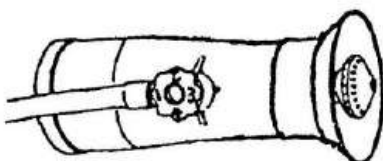

Fig. 11
1) Opryskiwanie. Poluzuj nakrętkę ciśnieniową, wyreguluj długość końcówki dyszy by uzyskać odpowiedni rodzaj oprysku. Przekręć zawór regulacyjny by zmienić ilość rozpryskiwanej cieczy. Patrz rys.11.